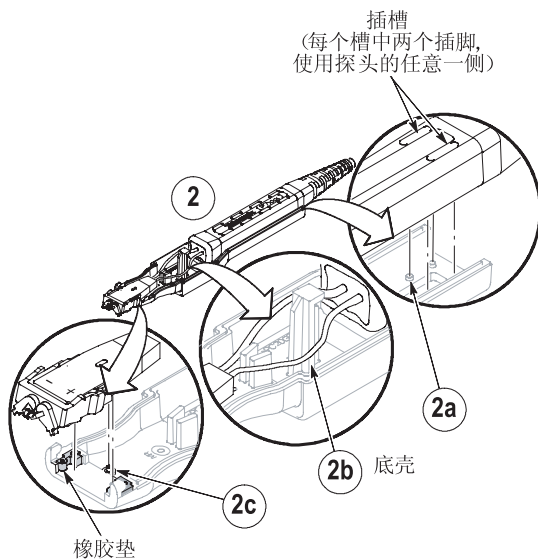
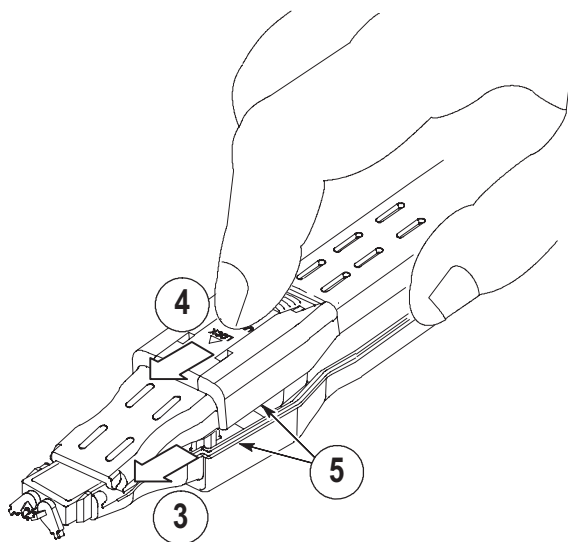

图 15: 组装手持适配器
图 16: 锁定手持适配器
2. 如果必要，分开手持适配器的外壳（请参阅第 22 页上的图 16，查看锁定门的位置），将探头放在底壳中。请参阅图 15。
5. 向前推入顶壳上的锁定闩，将两个壳锁定到位。请参阅图 16。
注意: 如果手持适配器的组装正确，位于手持适配器前端的橡胶垫（请参阅图 15）可以为探头端部提供平衡缓冲，向探头端部施加极大的压力时除外。探头端部的这个平衡缓冲有助于更容易地连接差分测量中的两个连接点。